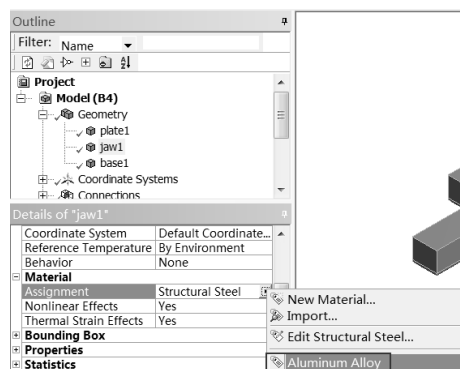

图 13-53 修改材料属性
Step2 : 选择 Mechanical 界面左侧 Outlines (分析树) 中 Geometry 选项下的 jaw1, 此时即可在 Details of “jaw1” (参数列表) 中给模型添加材料, 如图 13-53 所示。